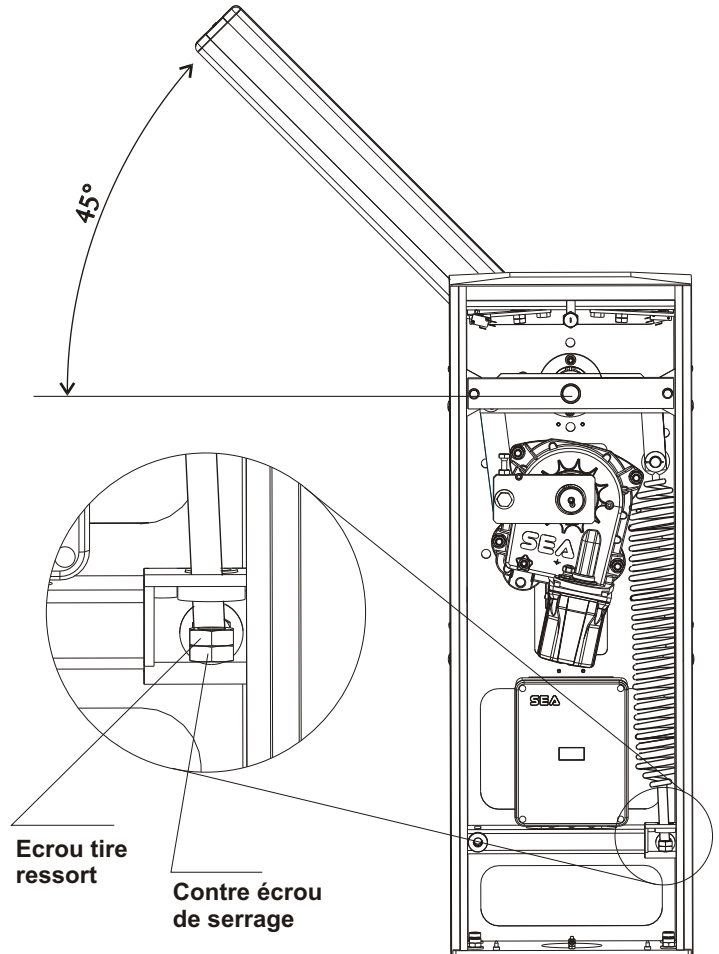

Fig. 13
- Positionner la lisse à 45° et exécuter l'équilibrage avec les écrous de Fig. 13.
- Dévisser ou visser l'écrou de tension du ressort jusqu'à atteindre le point d'équilibrage à 45° (Fig. 13).